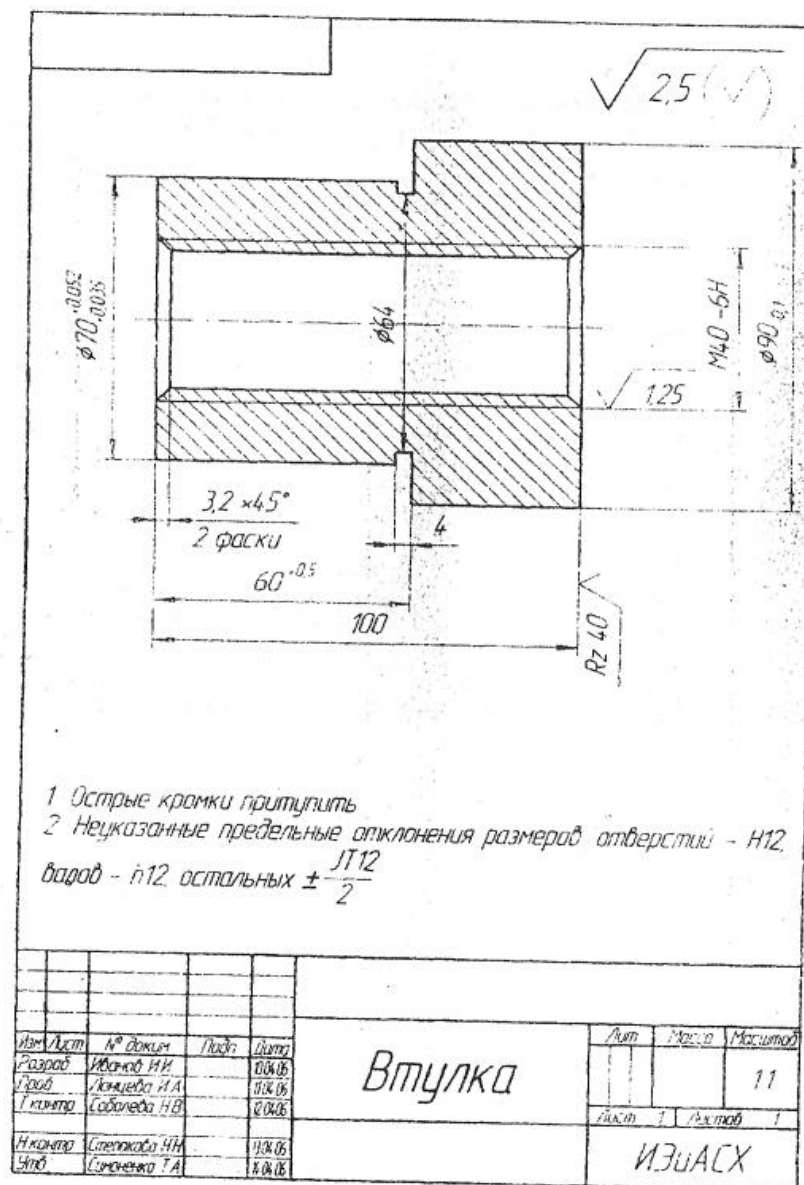

Рисунок 1
1. Выбор листа: **Создать-Новый документ-Чертеж - ОК** (см. рисунок 1, 2).